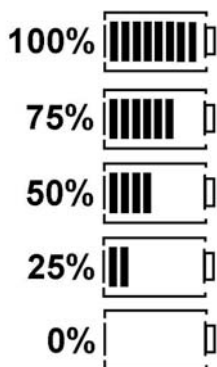

Fig. 6: Batteriernas laddningstillstånd
- 7 Symbol för TRMS (AC)
Batteriets aktuella laddningstillstånd visas alltid på LCD-displayen (fig. 5, pos. 5). Antalet stolpar visar batteriets laddningstillstånd i procent (fig. 6).